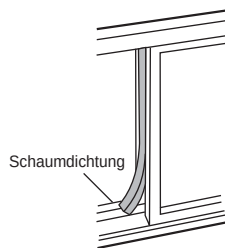

Abb.15
5. Schneiden Sie die Schaumdichtung auf eine geeignete Länge ab, und dichten Sie den offenen Spalt zwischen dem inneren und dem äußeren Fensterflügel ab (Abb.15).